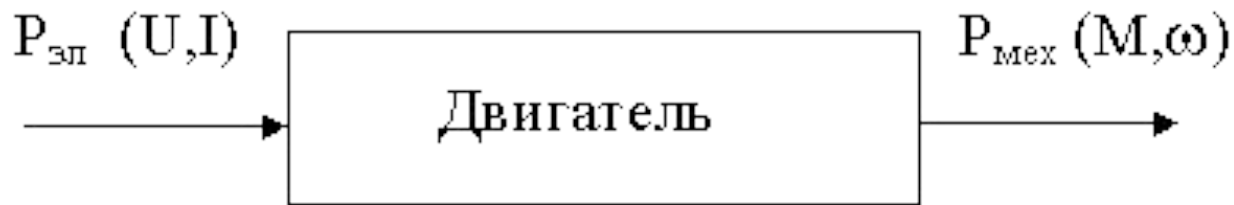

Рис.1.1.
1.1. Двигатели (рис.1.1), которые преобразуют любой вид энергии в механическую (например, электродвигатели преобразуют электрическую энергию, двигатели внутреннего сгорания преобразуют энергию расширения газов при сгорании в цилиндре).